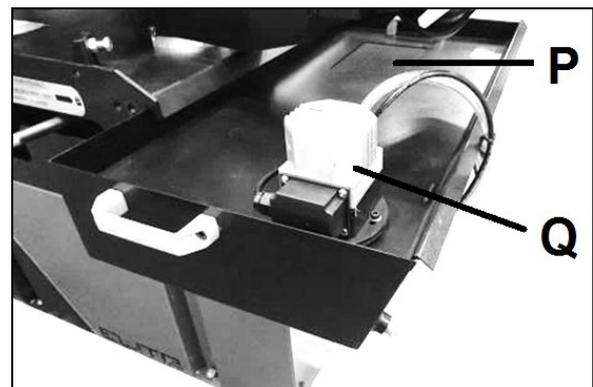

Abb. 9-3: Kühlmittelpumpe
- Die Pumpe (Q, Abb. 9-3) durch Lösen der Schrauben entfernen.
- Das Filternetz (P) durch Lösen der Schrauben entfernen.
- Die Ablassschraube (T) wieder anbringen.
- Die Pumpe (Q) gründlich reinigen und dann wieder einsetzen.
- Den Tank bis ca. 25 mm unter dem Filternetz (P) mit Kühlmittel befüllen.
- Das Filternetz (P) und die Pumpe (Q) wieder einsetzen.